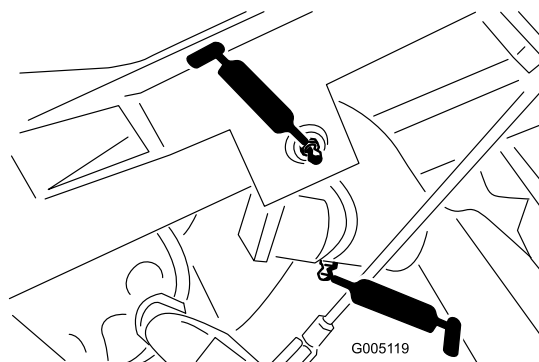

図 37
- ・ 昇降アームのピボット (3か所) とピボットピンジ (3か所) (図 37)